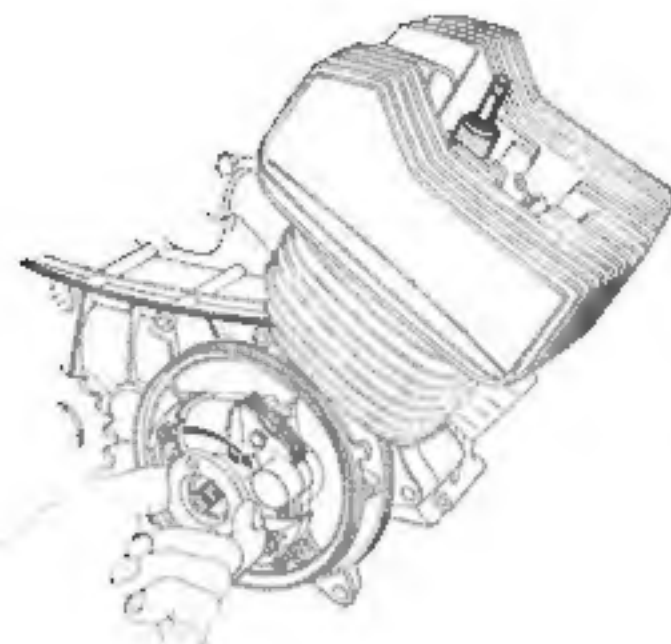

Fig. 1
- Tourner doucement la came (dans le sens des aiguilles d'une montre) sans que le moteur soit entraîné, jusqu'à ce que le préciophone s'arrête de sonner (fig. 1).